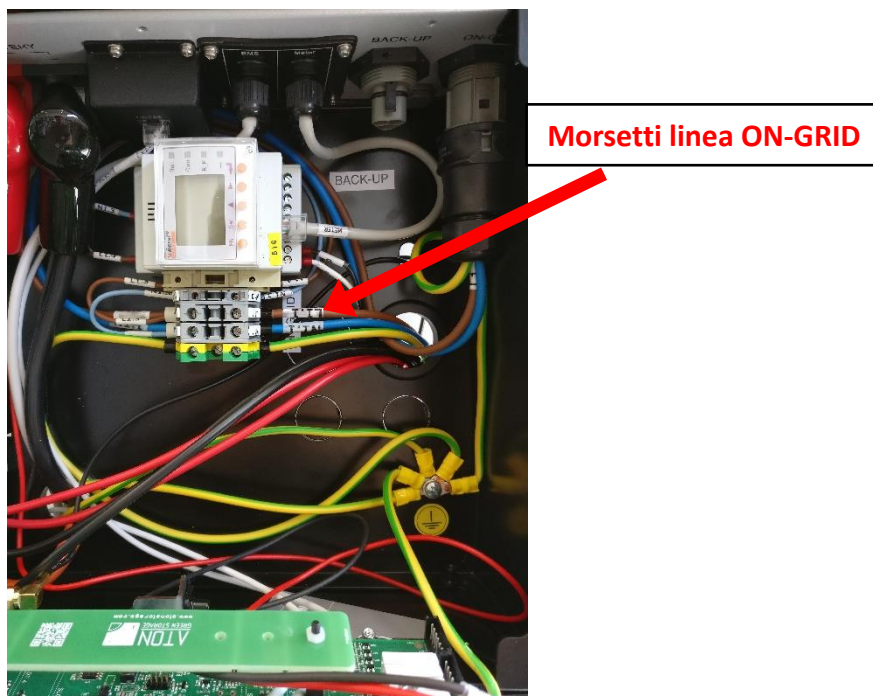

Figura 56 – Collegamento linea ON-GRID
6. Collegare la linea GRID ai morsetti rispettando le indicazioni degli schemi elettrici e di Figura 56: